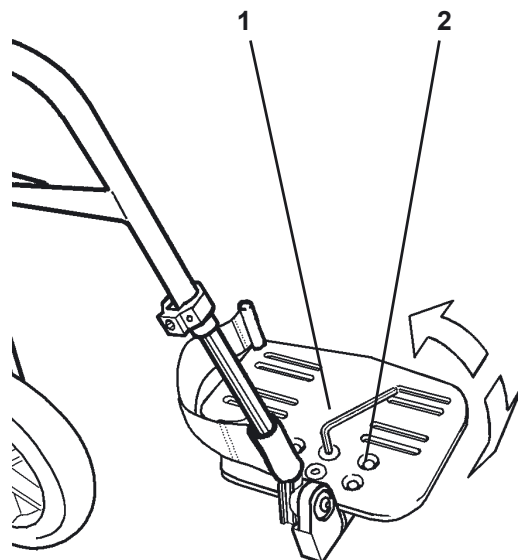

Fig. 31
Pour ajuster l'angle de la palette (Fig. 31), desserrer les vis (1) avec une clef Allen de 4 mm suffisamment pour permettre à la palette de tourner à l'angle requis. Lorsqu'elle se trouve à l'angle requis, serrer les vis à tête creuse en utilisant une clef. Serrer jusqu'à 8-10 Nm.
Pour régler la profondeur de la palette (Fig. 31), retirer les deux vis (1) et replacer la palette à la profondeur souhaitée en choisissant un ensemble de trous (2). Remonter les vis et serrer selon réglages indiqués ci-dessus.